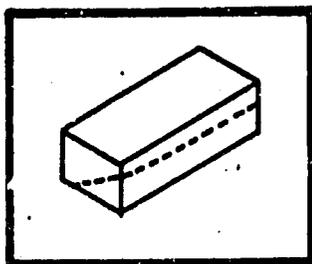

FIG. 17 - Côté fendillé
3. **Côtés fendillés** (voir Figure 17). Déplacer les boulons inférieurs de réglage (G et H) latéralement vers le côté supérieur de la brique (voir Figure 1). Si un réglage supplémentaire est nécessaire, déplacer les boulons supérieurs de réglage (B et F) vers le côté inférieur de la brique. On